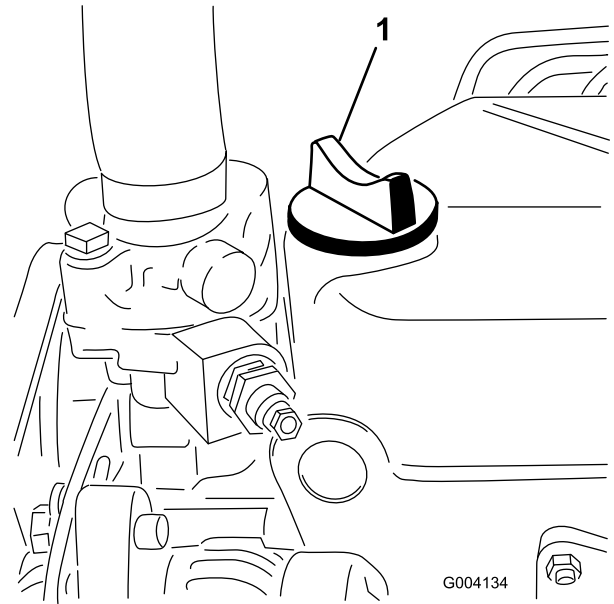

Bild 52
5. Wenn der Ölstand unter der VOLL-Markierung liegt, nehmen Sie den Fülldeckel ab (Bild 52) und gießen genug Öl ein, um den Ölstand bis zur VOLL-Markierung am Peilstab anzuheben.